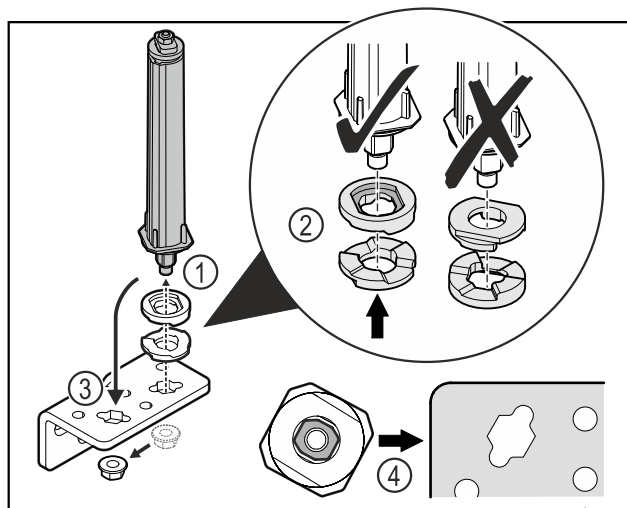

Fig. 39
- Uvoľnite maticu a odstráňte systém zatvárania dverí Fig. 39 (1).
- Dbajte na správne vyrovnanie podložiek na výškové prestavenie Fig. 39 (2).
- Premiestnite systém zatvárania dverí v uholníku závesu a zafixujte ho maticou Fig. 39 (3).
- Dbajte pri nasadzovaní na správne vyrovnanie systému zatvárania dverí Fig. 39 (4).